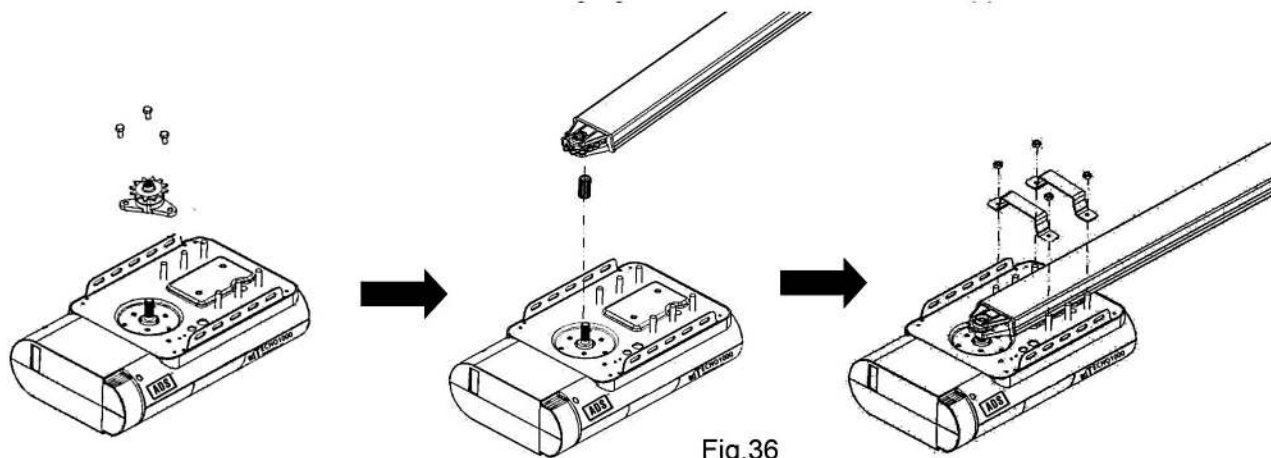

Fig.36
6.-Intercambios Entre Riel "T" y Riel "C".**6.1.-Cambio de Riel "T" a Riel "C". (Fig.36)**